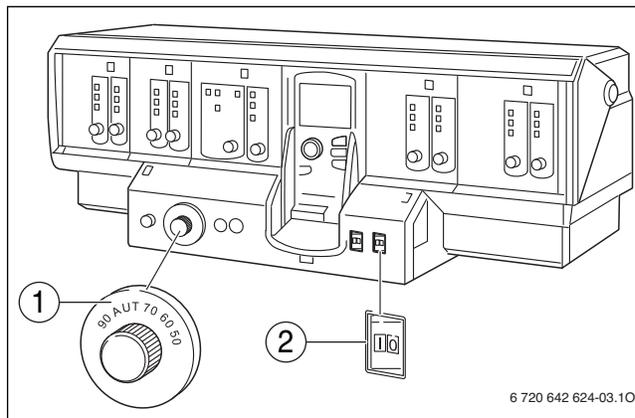

Fig. 4 Appareil de régulation Logamatic 4000
- ▶ Régler le thermostat de la chaudière (→ fig. 4, [1]) sur « AUT ».
- ▶ Régler l'interrupteur principal (→ fig. 4, [2]) de l'appareil de régulation sur « I » (MARCHE).